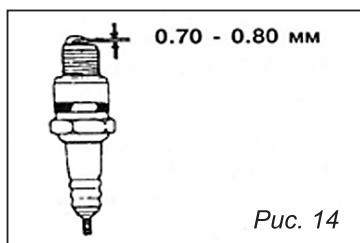

Рис. 14
• Проверьте зазор между электродами специальным плоским щупом. Нормальный зазор должен составлять 0,7–0,8 мм (рис. 14). При необходимости отрегулируйте величину зазора, осторожно подгибая боковой электрод.